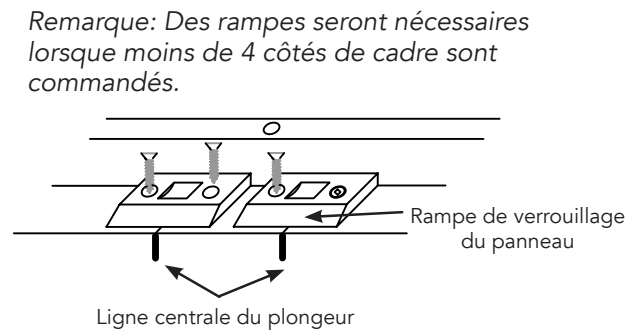

Fig. 9.2
- Centrez la rampe sur la ligne marquant l'emplacement du plongeur. (Voir Fig. 9.2)
- Replacer la rampe sur le cadre et fixer les vis (#6 x 5/8"). Répétez l'opération si nécessaire. (Voir Fig. 9.2)